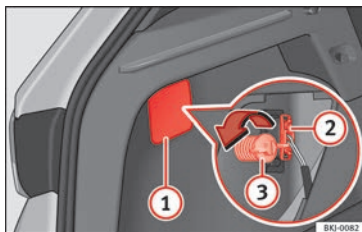
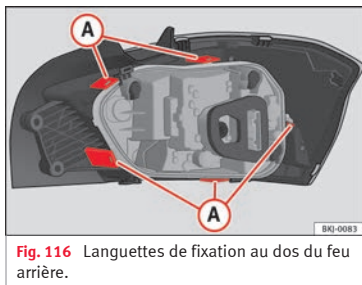

Fig. 115 Coffre à bagages : accès à la vis de fixation du feu arrière.
Fig. 116 Languettes de fixation au dos du feu arrière.
3. Enlevez le cache à l'aide du tournevis à tête plate au niveau de l'évidement » fig. 115 ①.
4. Retirez le connecteur ② de l'ampoule.
5. Dévissez à la main ou à l'aide d'un tournevis la vis de fixation du feu ③.
7. Déposez la porte-ampoule en déverrouillant les languettes de fixation » fig. 116 A.